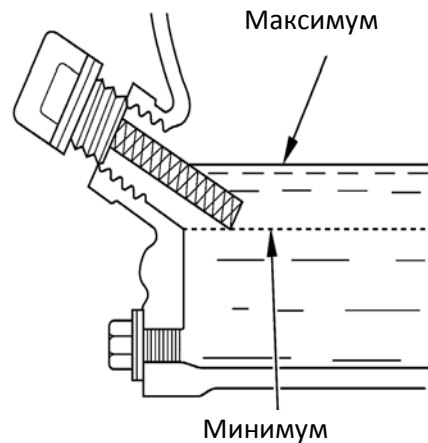

рис.13
1. Открутите крышку/щуп картера (рис.13).
4. Залейте рекомендованное масло до необходимого уровня. нормальным считается уровень до нижнего края заливной горловины(рис.13)